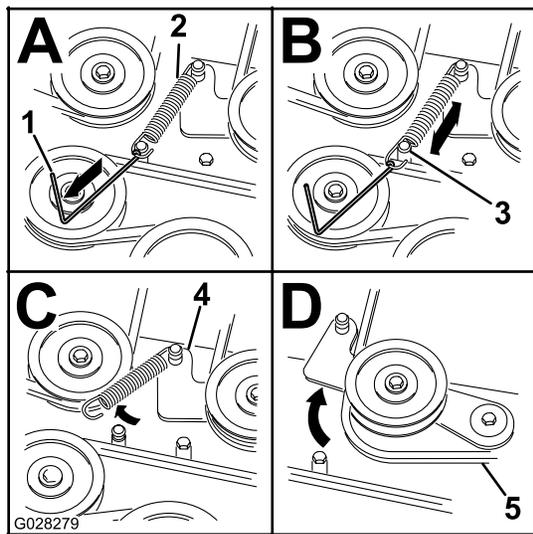

Figura 65
8. Alivie la tensión del muelle de la polea tensora. Consulte Figura 65.
Nota: Utilice la herramienta para la retirada de muelles (Pieza Toro N° 92-5771) para retirar el muelle del anclaje de la carcasa de corte (Figura 65).